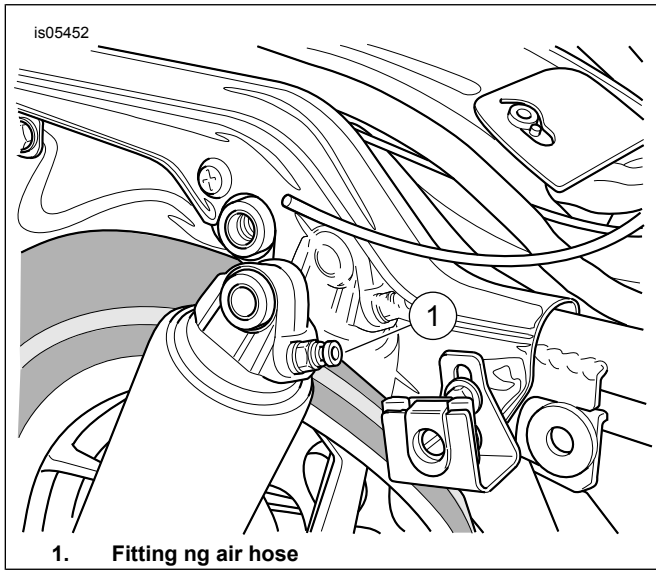
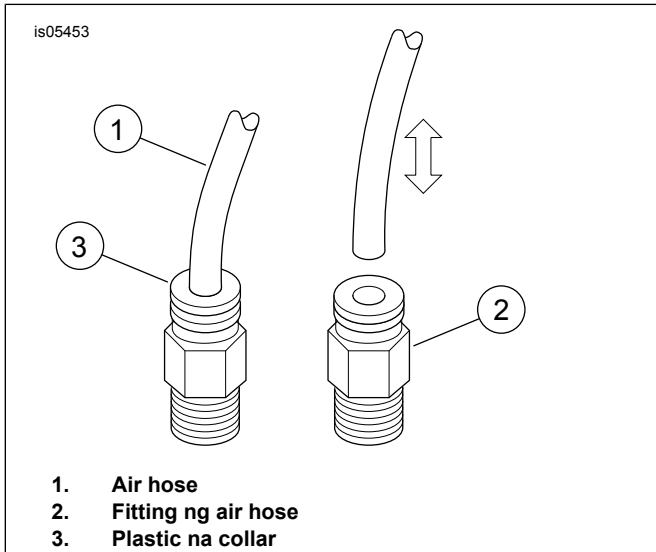

Figure 1. Shock Absorber sa Likod
Figure 2. Pag-aalis at Pagkakabit ng Air Hose
7. Tingnan ang Figure 1 at Figure 2 . Alisin ang mga hose ng hangin mula sa mga fitting ng air hose ng shock absorber.